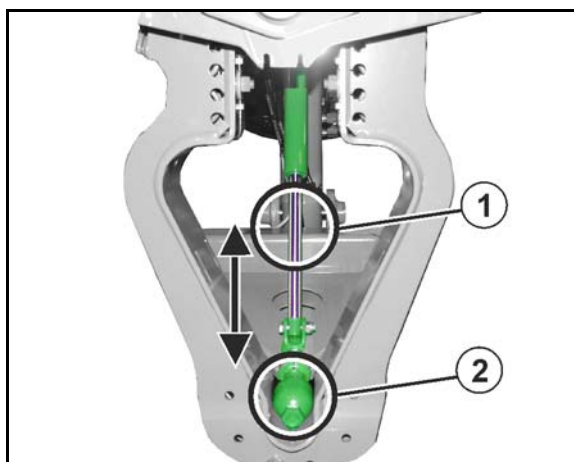

Рис. 97
## Разблокировка компенсатора колебаний (Рис. 97/1):
- Компенсатор колебаний (Рис. 97/1) разблокирован, и разложенные штанги опрыскивателя могут свободно раскачиваться на кронштейне штанг. Для большей наглядности на этом рисунке защита компенсатора колебаний снята.
## Блокировка компенсатора колебаний (Рис. 97/2):
- Компенсатор колебаний (Рис. 97/2) заблокирован, если на дисплее терминала управления отображается символ закрытого замка.